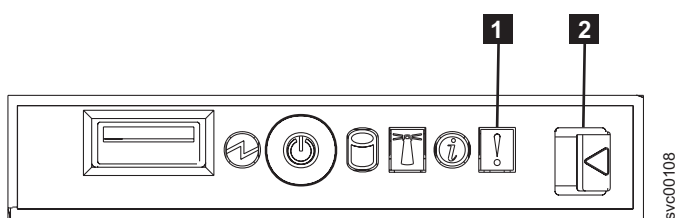

図 214. SAN ボリューム・コントローラー 2145-8F4 オペレーター情報パネル
5. オペレーター情報パネルの解放ラッチ (図 214 の **2**) を押し、オペレーター情報パネルをスライドさせて SAN ボリューム・コントローラー 2145-8F2 から離します。